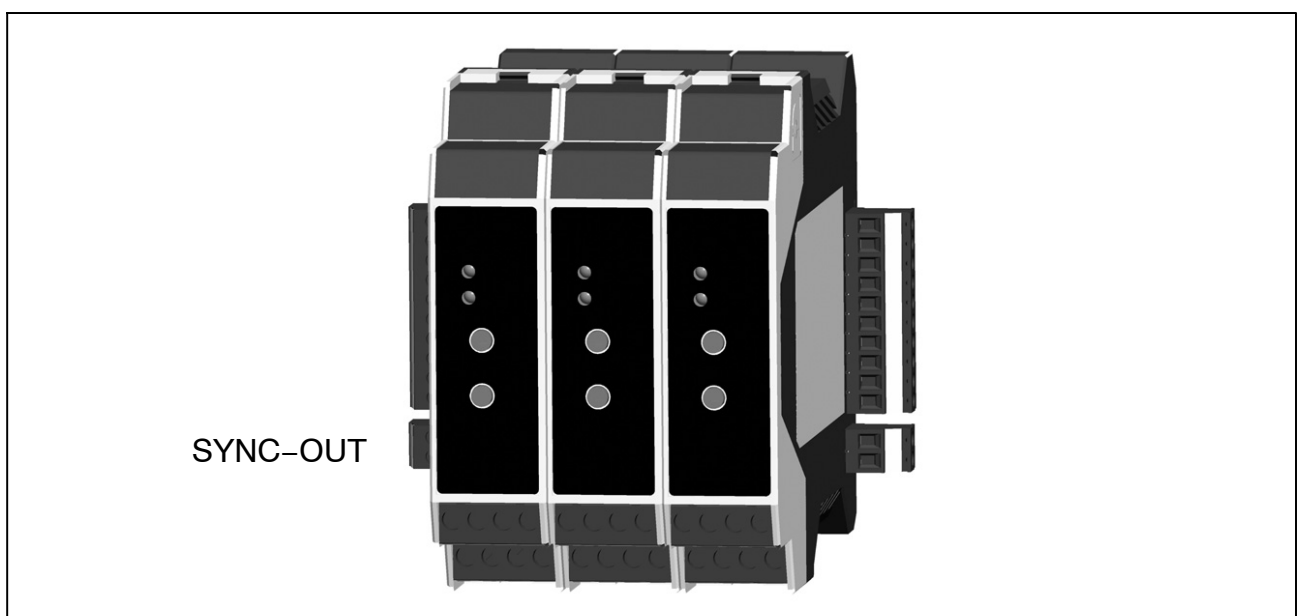
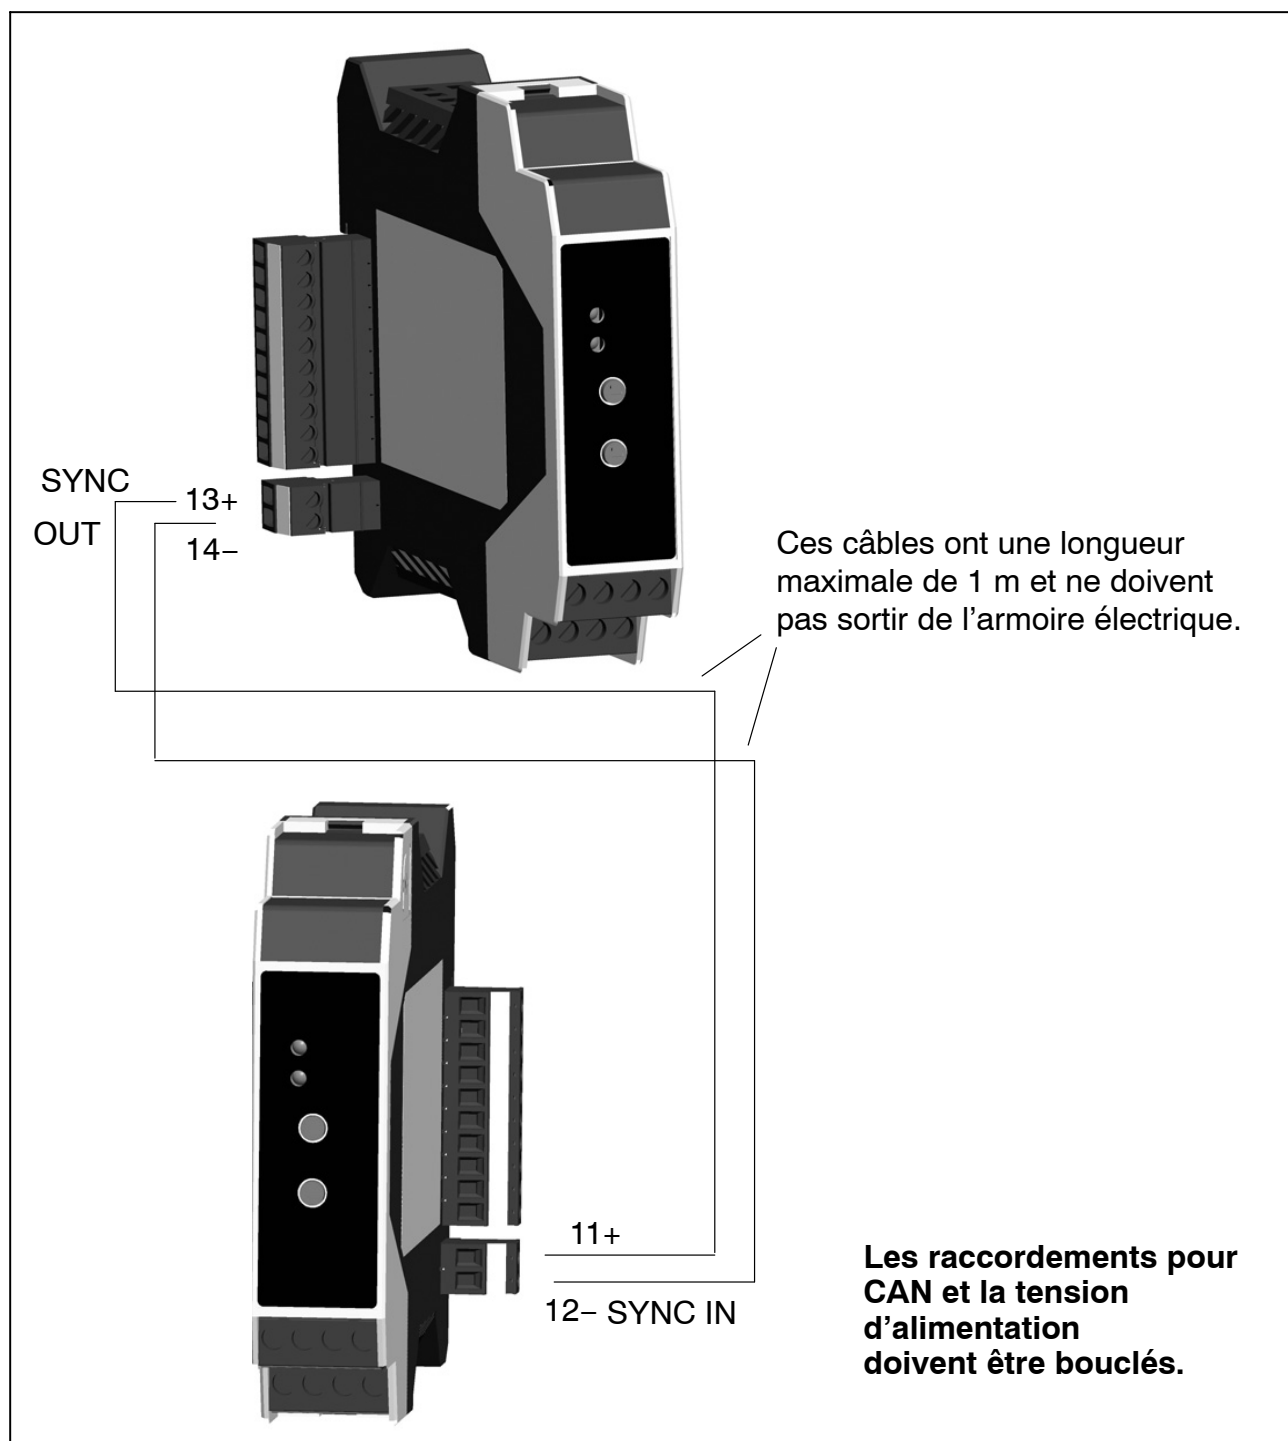

Fig. 2.5: montage de modules juxtaposés
Fig. 3.4: montage sur plusieurs niveaux
- lors d'un montage sur plusieurs niveaux: brancher le connecteur SYNC-OUT sur le module 3 (voir Fig. 2.5 et Fig. 3.4), puis le raccorder à SYNC-IN du premier module du niveau suivant.
Lors d'une répartition des modules sur plusieurs rails, il convient d'utiliser les connecteurs de synchronisation bipolaires (1-digiCLIP-ST) (cf. Fig. 3.4).